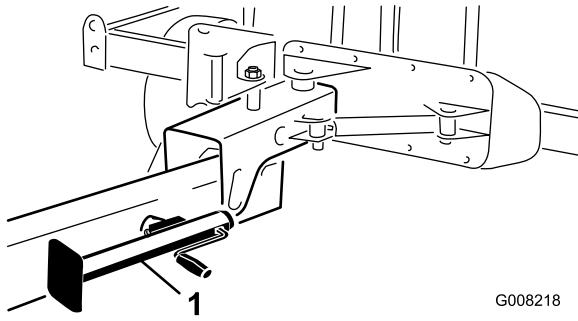

Figure 19
- Élevez la béquille et fixez-la en position de rangement (Figure 19).